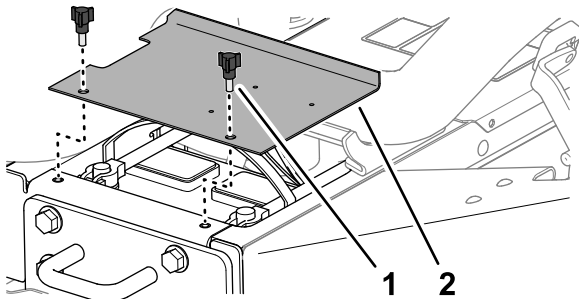

Figura 4
1. Îndepărtați cele 2 butoane care fixează capacul bateriei pe maină și îndepărtați capacul (Figura 4).